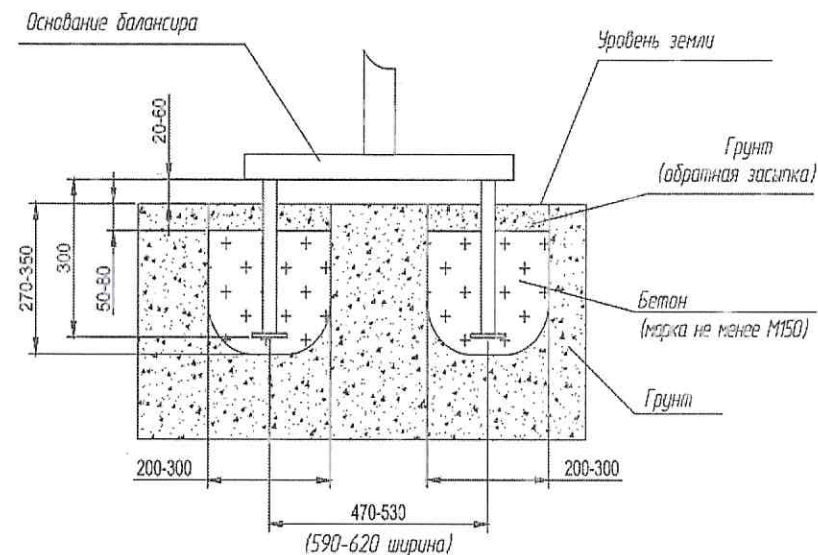

Рисунок 3
2. Установить балансир в подготовленные лунки, забетонировать согласно схеме установки и выполнить обратную засыпку. Общий вид балансира в сборе приведен на рис. 3